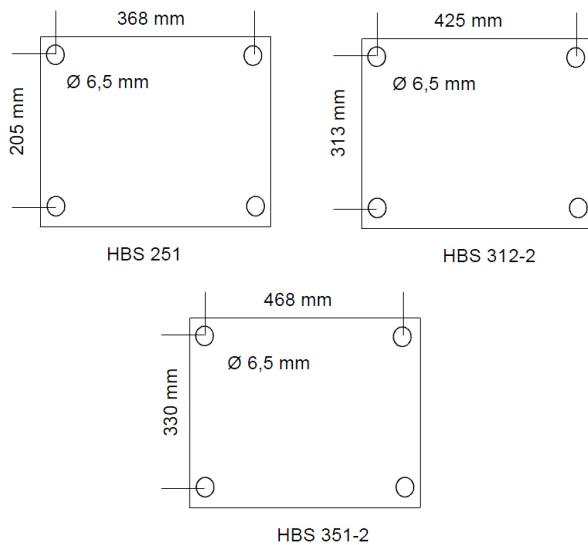

Abb. 6: Abstand Befestigungsbohrungen
Schritt 2: Die Grundplatte der Maschine über die Bohrungen mit dem Untergrund mit vier M10-Schrauben (Abb. 6 "Abstand Befestigungsbohrungen" auf Seite 11) verschrauben.